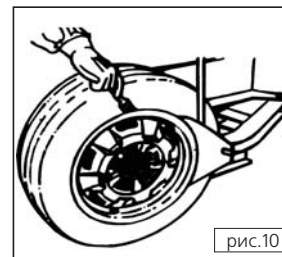

рис.10
1. Поместите шину между лопаткой устройства отрыва борта и резиновым упором, вставьте лопатку между бортом покрышки и ободом, нажмите на педаль (10) (на рис.1 – 10, на рис.2 – 3), чтобы оторвать борт от обода колеса (Рис.10).